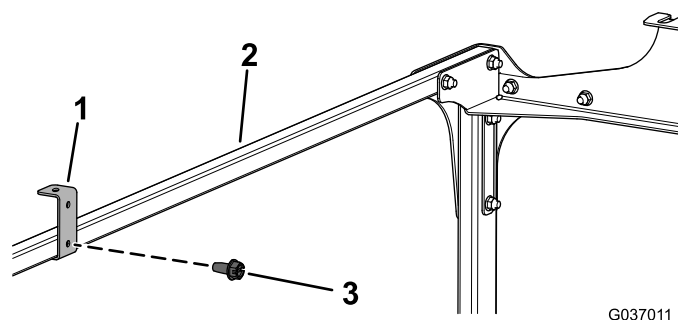

Figura 12
12. Instale os dois suportes de apoio do teto nas tubagens da ligação cruzada utilizando dois parafusos autorroscantes (1/4" x 1/2"), como se mostra na Figura 12.